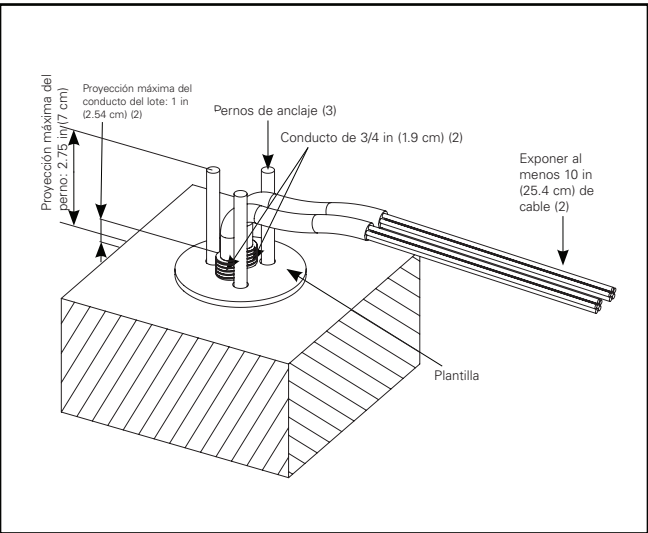
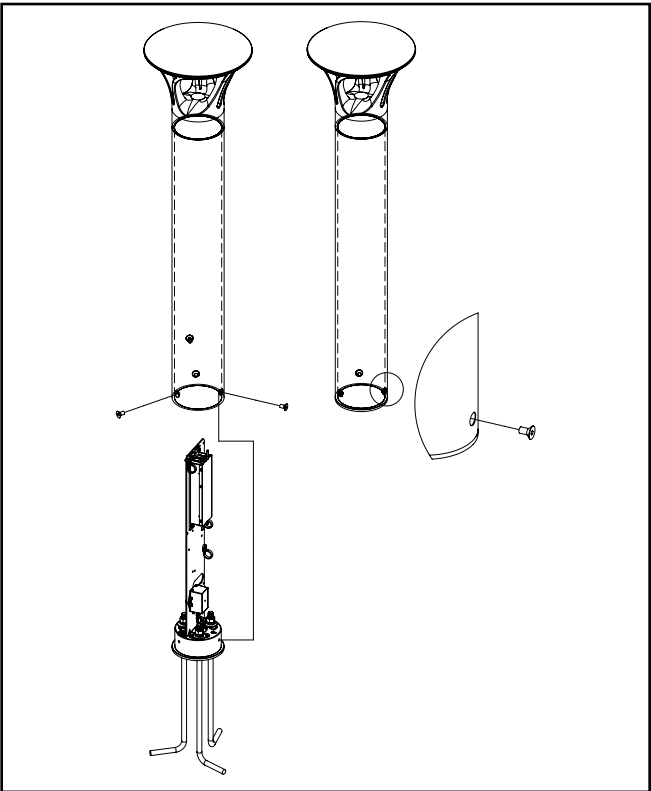
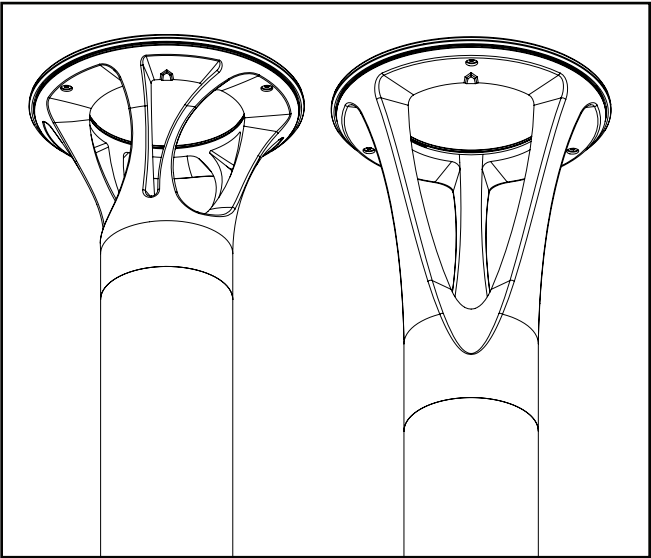

Figura 1.
Figura 4.
Figura 5.
Cómo instalarlo (de la figura 1 a la figura 5)
- 1. Instale los anclajes de fijación y los conductos utilizando la plantilla de anclaje suministrada, tal y como se muestra en la ilustración, y teniendo en cuenta la orientación prevista de la luminaria (figura 1).
10. Vuelva a conectar el cableado de conexión rápida, si corresponde. A continuación, levante la luminaria, deslícela sobre el conjunto del controlador de la base y alinee los orificios inferiores con el perfil de la base (figura 4), así como con la flecha de orientación del cabezal de la luminaria. Tenga en cuenta que la flecha del cabezal Arbor debe apuntar hacia el LADO DE LA CALLE y la flecha del cabezal LuxeScape debe apuntar hacia el LADO DE LA CASA. (figura 5).
11. Utilice los (3) tornillos de cabeza plana con cabeza hueca de 1/4 in (0.63 cm) suministrados y apriételos a 40 in-lb (4.5 Nm).